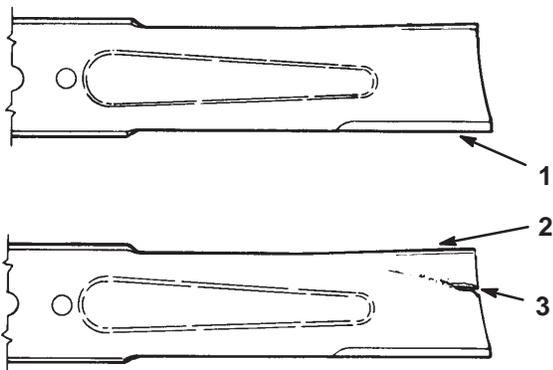

Figure 18
2. Inspectez les tranchants des lames (Fig. 18). Si elles ne sont pas tranchantes ou si elles présentent des indentations, déposez et aiguisiez les lames (voir Aiguisage des lames, page 16).
3. Inspectez les lames, surtout la partie incurvée (Fig. 18). Remplacez immédiatement toute lame endommagée, usée ou qui présente une entaille (Fig. 18).